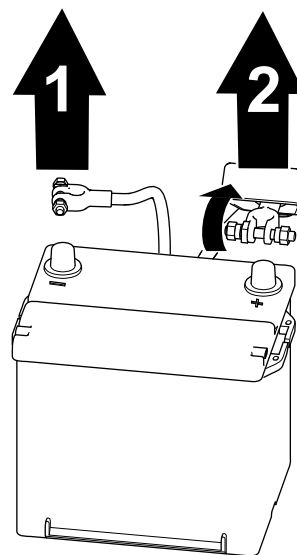

図 58
1. バッテリー端子から、マイナスケーブルを外す図 58。
2. バッテリーのプラスケーブルについている絶縁カバーを外して、プラスケーブルをバッテリーから外す図 58。